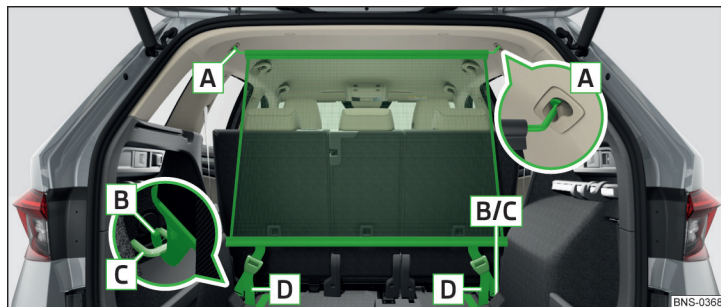

Fig. 151 Filet de séparation derrière les sièges arrière
- Pour le **montage**, insérez d'abord la barre transversale dans le logement **A** d'un côté et poussez-la vers l'avant. Insérez la barre transversale de la même manière dans le logement **A** de l'autre côté du véhicule » **fig. 151**.
- Serrez la ceinture au niveau des extrémités libres **D** » **fig. 151**.